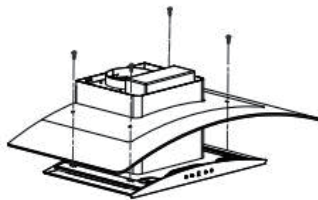

Imagen 3
5. Fije el cristal a la unidad principal con 4 tornillos M4x18 mm, la arandela de montaje del cristal y la almohadilla de goma en forma de T. Véase la imagen 3. **Nota: Para el modelo de 60 cm, este paso puede omitirse, ya que el cristal está preinstalado.**